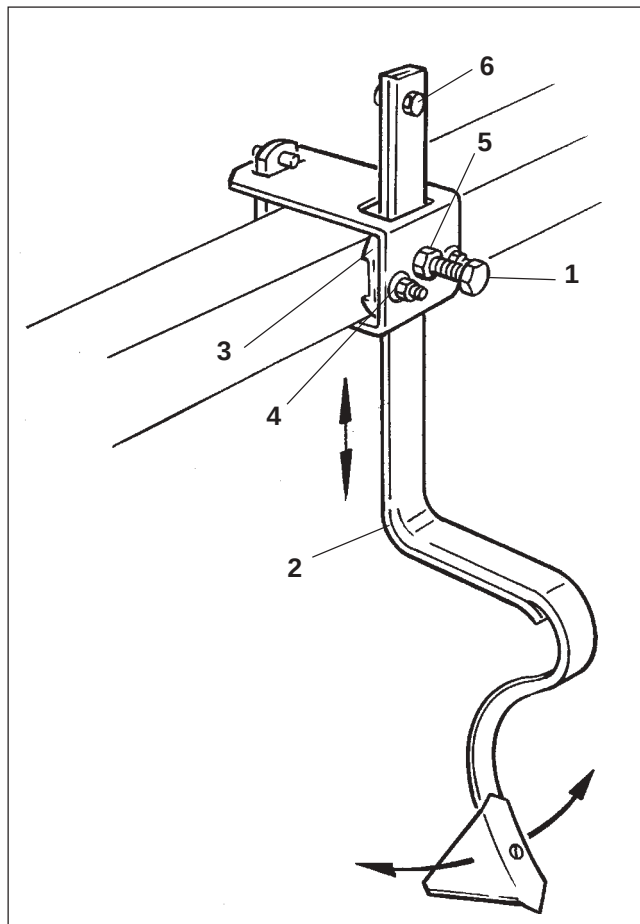
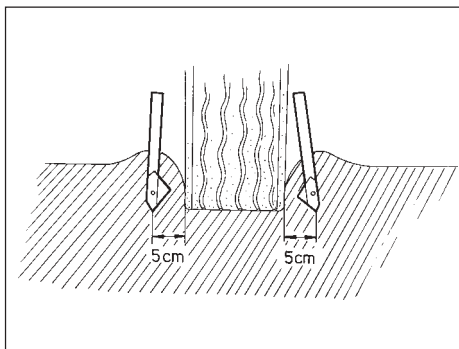
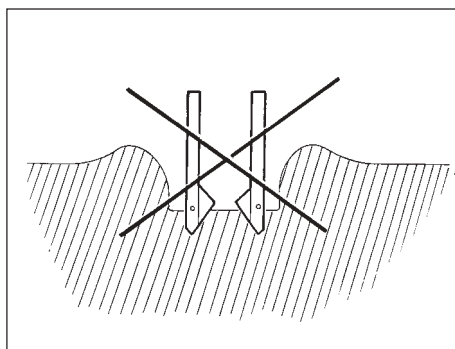

Рис. 18.1
Рис. 18.2
Рис. 18.3
Земля рядом со следом трактора (см. Рис. 18.2) "впахивается" следорыхлителями (Рис. 18.1) в след колес трактора. Таким образом достигается наилучшее выравнивание следа колес трактора и получается достаточно рыхлая почва для всхода семян. Повреждения следорыхлителя камнями на плотной колее необходимо избегать.
При поставке четыре следорыхлителя (Рис. 18.1) закреплены на главной трубе рамы Вашей сеялки. Рыхлитель приводите в рабочее положение непосредственно перед работой:
- Открутите шестигранный винт (Рис. 18.1/1) и установите следорыхлитель на раме в правильную позицию.
Следорыхлитель закрепите на трубе рамы таким образом, чтобы каждые два зубца следорыхлителя (см. Рис. 18.2) работали на расстоянии около 5 см слева и справа от следа колес трактора. Не производите монтаж следорыхлителей как по-казано на Рис. 18.3.
Зубья следорыхлителей (Рис. 18.1/2) могут подстраиваться при помощи пластины (Рис. 18.1/3), если необходимое Вам рабочее положение не было достигнуто. Перед этой регулировкой отвинтите обе шестигранные гайки (Рис. 18.1/4) и после установки затяните снова.
- Зубья следорыхлителя (Рис. 18.1/2) установите на необходимую Вам глубину хода.
- Затяните шестигранный винт (Рис. 18.1/1) и зафиксируйте при помощи контргайки (Рис 18.1/5).
Стопорный винт (Рис. 18.1/5) предохраняет следорыхлитель благодаря скобе от потери в случае если выкрутятся крепежные винты.
Перед тем как ставить сеялку, необходимо поднять следорыхлители (Рис. 18.1/2), чтобы избежать их повреждения.